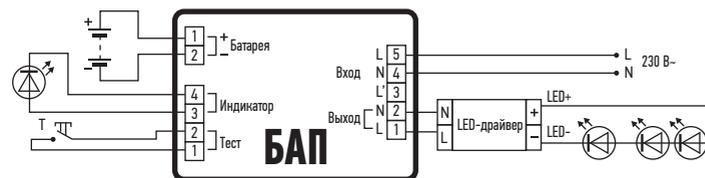

Рисунок 2. PEPP40-1.0H U IP20.
5.1 Непостоянный режим (Рис. 2).